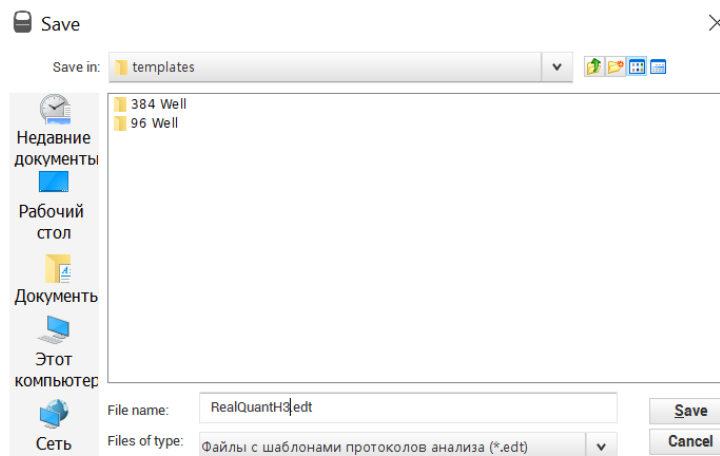

Рисунок 58
19. В появившемся окне выбрать папку «**templates**» в директории программы **QuantStudio™ Design & Analysis Software** (например, диск C:/Program Files/Applied Biosystems/ QuantStudio Design & Analysis Software/templates) (рисунок 58).